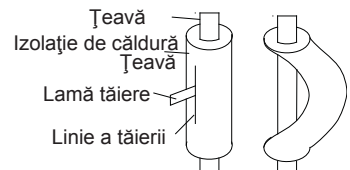

Fig.13
- (2). Nu curbați conductele într-un unghi mai mare de 90°.
- (3). Dacă conductele sunt în mod repetat curbate sau întinse, materialul se va întări, făcându-le dificile de curbat sau îndoit. Nu curbați sau întindeți conductele mai mult de trei ori.
- (4). Atunci când curbați conducta, nu o curbați ca atare. Conducta se va rupe. În acest caz, tăiați conducta de izolare a căldurii cu un cuțit ascuțit așa cum este prezentat în Fig. 13, și curbați-o după ce ați expus conducta. După ce ați curbat conductele după cum ați dorit, asigurați-vă că puneți la loc conducta de izolare termică pe conductă și sigilați-o cu bandă.